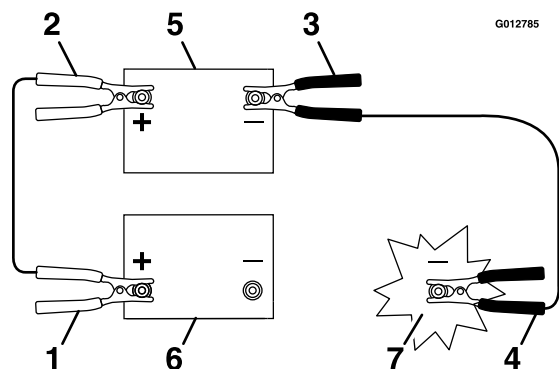

图49
3. 将正极(+) 接线连接至缺电电池的正极(+) 端子，而缺电电池与启动马达或螺线管相连，如 图 49 中所示。